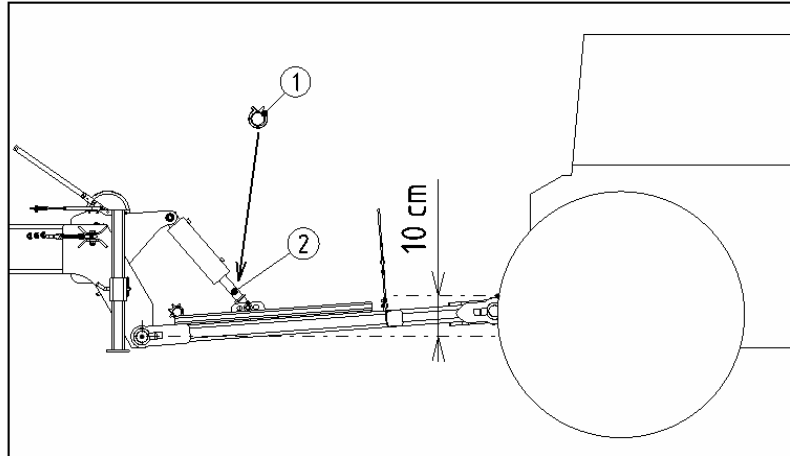

fig.7
8.1. REGLAGE DE LA FLECHE D'ATTELAGE (fig.7)